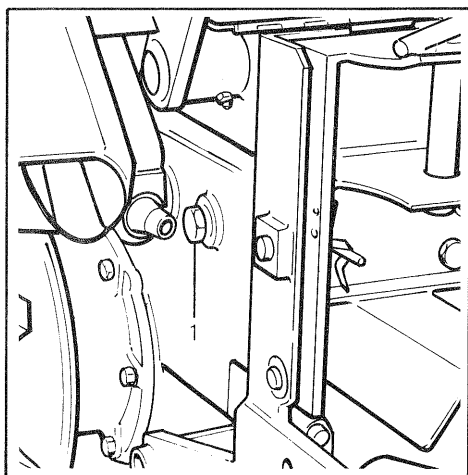

Fig. 19 - Bild 19
Scatola del cambio : sostituire l'olio (vedere la fig. 19). Togliere il tappo di scarico posto sotto la scatola cambio ed il tappo (1) per facilitare lo scarico.
Gearbox: change oil (see fig. 19). Remove the drain plug located under the gearbox and plug (1) to make drain easier.
Boîte de vitesses: changer d'huile (voir fig. 19). Enlever le bouchon de vidange situé au-dessous de la boîte du changement de vitesses et le bouchon (1) pour faciliter l'évacuation.
Schaltgetriebe: das Öl wechseln (siehe Bild 19). Die Ablassschraube unter dem Schaltgetriebegehäuse, sowie den mit Messtab versehenen schraube (1) abnehmen, um den Ablass zu erleichtern.